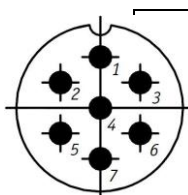

Рис. 1.
Корпус состоит: из металлической крышки-кожуха, торцевых панелей и основания, соединенных винтами. Тип унифицированного разъема – приборная вилка 2РТГ28Б7Ш11В, цоколевка приведена на рис.1.
- на кабеле питания и нагрузки присоедините контакты 4,7 (см. рис. 1) к шине защитного заземления;